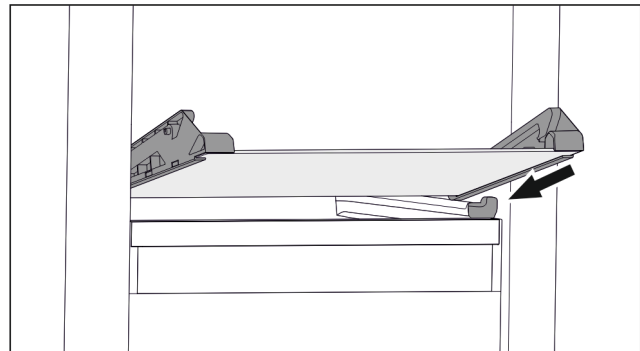

Fig. 132 Placa de cristal del cajón abatible
- ▶ Encaje la placa de cristal en posición inclinada por detrás de los topes. (consulte Fig. 132)